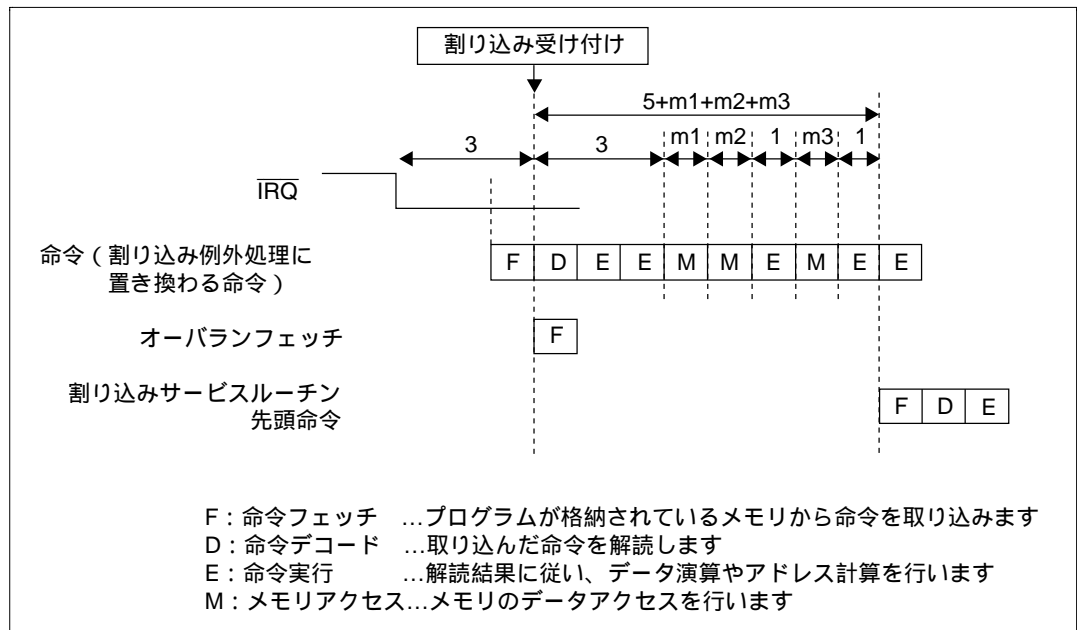

図 6.4 IRQ 割り込みを受け付けるときのパイプライン動作例
- (1) 割り込みコントローラに対して、各割り込み要求元から割り込み要求信号が送られます。
- (2) 割り込みコントローラでは、送られた割り込み要求の中から、割り込み優先レベル設定レジスタ A、C ~ L (IPRA、IPRC ~ IPRL) に従って最も優先順位の高い割り込みが選択され、それより優先順位の低い割り込みは無視*されます。このとき、同一優先順位に設定された割り込み、または同一モジュール内の割り込みが複数発生した場合は、表 6.3 に示す「デフォルト優先順位」と「IPR 設定単位内の優先順位」に従って、最も優先順位の高い割り込みが選択されます。
- (3) 割り込みコントローラで選択された割り込みの優先レベルと CPU のステータスレジスタ (SR) の割り込みマスクビット (I3 ~ I0) とが比較されます。I3 ~ I0 ビットに設定されているレベルと同じか低い優先レベルの割り込みは無視されます。I3 ~ I0 ビットのレベルより高い優先レベルの割り込みだけが受け付けられ、CPU へ割り込み要求信号が送られます。
- (4) 割り込みコントローラから送られた割り込み要求は、CPU が実行しようとしている命令のデコード時に検出され、その命令の実行が割り込み例外処理に置き換えられます (図 6.4 参照)。
- (5) SR とプログラムカウンタ (PC) がスタックに退避されます。
- (6) SR の I3 ~ I0 ビットに、受け付けられた割り込みの優先レベルが書き込まれます。
- (7) 受け付けられた割り込みに対応する例外処理ベクタテーブルから、例外サービスルーチン開始アドレスが取り出され、そのアドレスにジャンプして、プログラムの実行が開始されます。このときのジャンプは遅延分岐ではありません。
割り込み要求が発生してから、割り込み例外処理が行われ、例外サービスルーチンの先頭命令のフェッチが開始されるまでの時間（割り込み応答時間）を表 6.5 に示します。また、IRQ 割り込みを受け付けるときのパイプライン動作例を図 6.4 に示します。